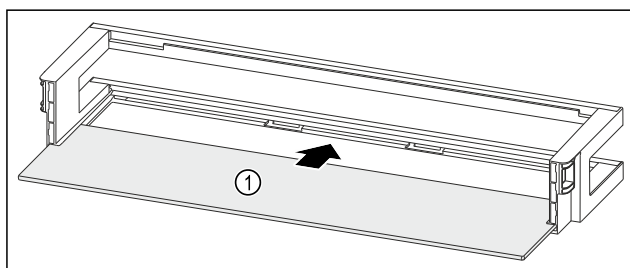

Fig. 139 Balconcino controporta con ripiano
- Inserire il ripiano Fig. 139 (1) negli incavi laterali.